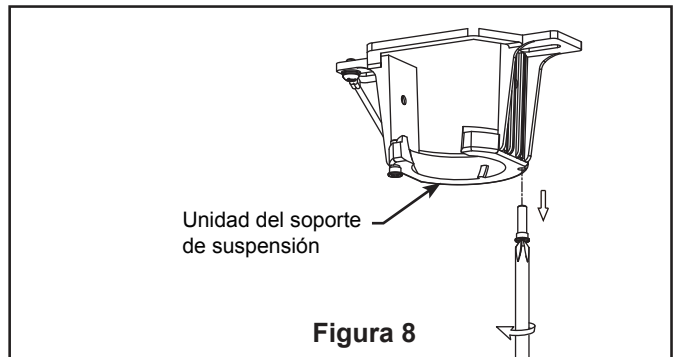

Figura 8
8. Extraiga uno de los tornillos de hombro en el soporte del gancho y guarde los tornillos para pasos posteriores. Afloje el segundo tornillo de hombro sin extraiga completamente. (Figura 8)